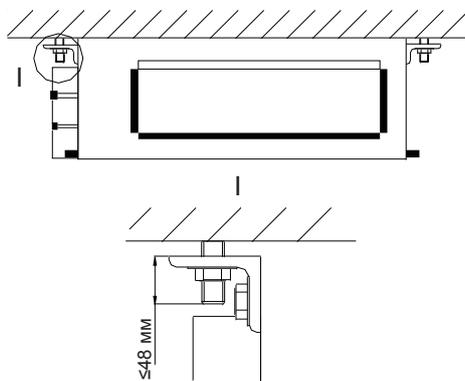

Рис. 5
- 3) Подвесить внутренний блок на потолке (см. рис. 5).